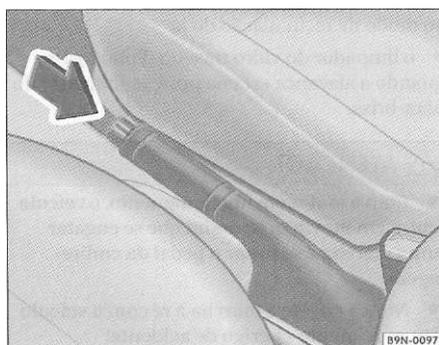

Fig. 91 Alavanca do freio de estacionamento entre os bancos dianteiros
- Puxe a alavanca firmemente => fig. 91.
- Pressione o botão de bloqueio no sentido da seta => fig. 91.